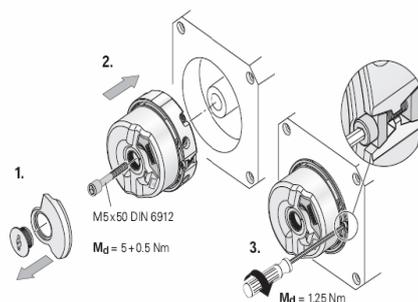

图 10 编码器装配
- 将编码器转动一下（若转动不灵活，则应检查螺栓是否装偏），再用内六角扳手按  $M_d=1.25\text{Nm}$  的力矩将编码器的涨紧螺栓拧紧，要求拧紧力矩为  $M_d=1.25\text{Nm} -0.2\text{Nm}$ ，使编码器外部不能用手转动见图 10。